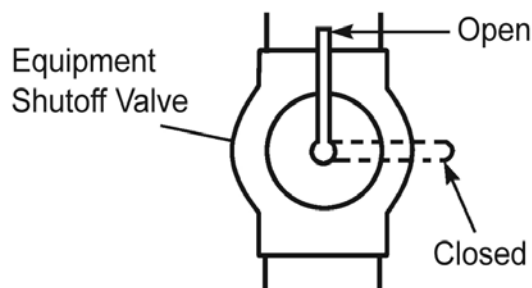

Fig. 21 - Válvula de cierre del equipo
1. Abra la válvula de cierre del equipo (Ver Fig. 21).